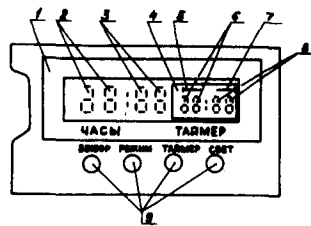

Рис. 2.
5.3. Внешний вид модуля часового в рабочем режиме приведен на рис. 2.
Произведите общий сброс показаний индикатора (поз. 1, рис. 2), нажав одновременно кнопки ВЫБОР и РЕЖИМ (поз. 9, рис. 2) модуля часового. При этом символ часов текущего времени (поз. 2, рис. 2), символ минут текущего времени (поз. 3, рис. 2) и символы индикатора программируемого таймера (поз. 6 и поз. 8, рис. 2) обнуляются.
Кратковременно (1 с) нажмите кнопку РЕЖИМ для входа в режим коррекции показаний минут и кнопкой ВЫБОР установите текущие минуты (поз. 3, рис. 2).
Нажмите кнопку РЕЖИМ для выхода из режима коррекции текущего времени. Для обнуления показаний секунд необходимо, удерживая кнопку РЕЖИМ в течение 3 с, войти в режим коррекции. После чего, отпустив кнопку РЕЖИМ, одновременно нажмите кнопку ВЫБОР для обнуления секунд (поз. 3, рис. 2).
Кратковременным нажатием кнопки РЕЖИМ войдите в режим коррекции показаний индикатора программного управления (поз. 4, рис. 2).
кнопкой ВЫБОР установить показания минут (поз. 8, рис. 2);
кратковременно нажать кнопку РЕЖИМ и кнопкой ВЫБОР установить показания часов времени включения (поз. 6, рис. 2), при этом индицирует указатель « » (поз. 5, рис. 2).
Для установки времени выключения необходимо кратковременно нажать кнопку РЕЖИМ и кнопкой ВЫБОР установить минуты (поз. 8, рис. 2).
Кратковременно нажать кнопку РЕЖИМ и кнопкой ВЫБОР установить показания часов времени выключения (поз. 6, рис. 2). При этом индицирует указатель « » (поз. 7, рис. 2).
Проверьте установленное время выключения приемника нажатием кнопки ТАЙМЕР, при этом индицирует указатель « » (поз. 7, рис. 2)
Для подсветки индикатора часового модуля (поз. 1 рис. 2) нажмите кнопку **СВЕТ** (поз. 9, рис. 2).